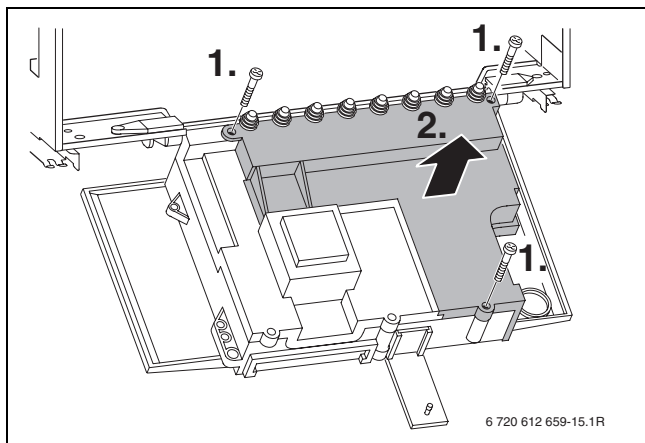

Bild 21
**i** Ersatzsicherungen befinden sich auf der Rückseite der Abdeckung (→ Bild 21).